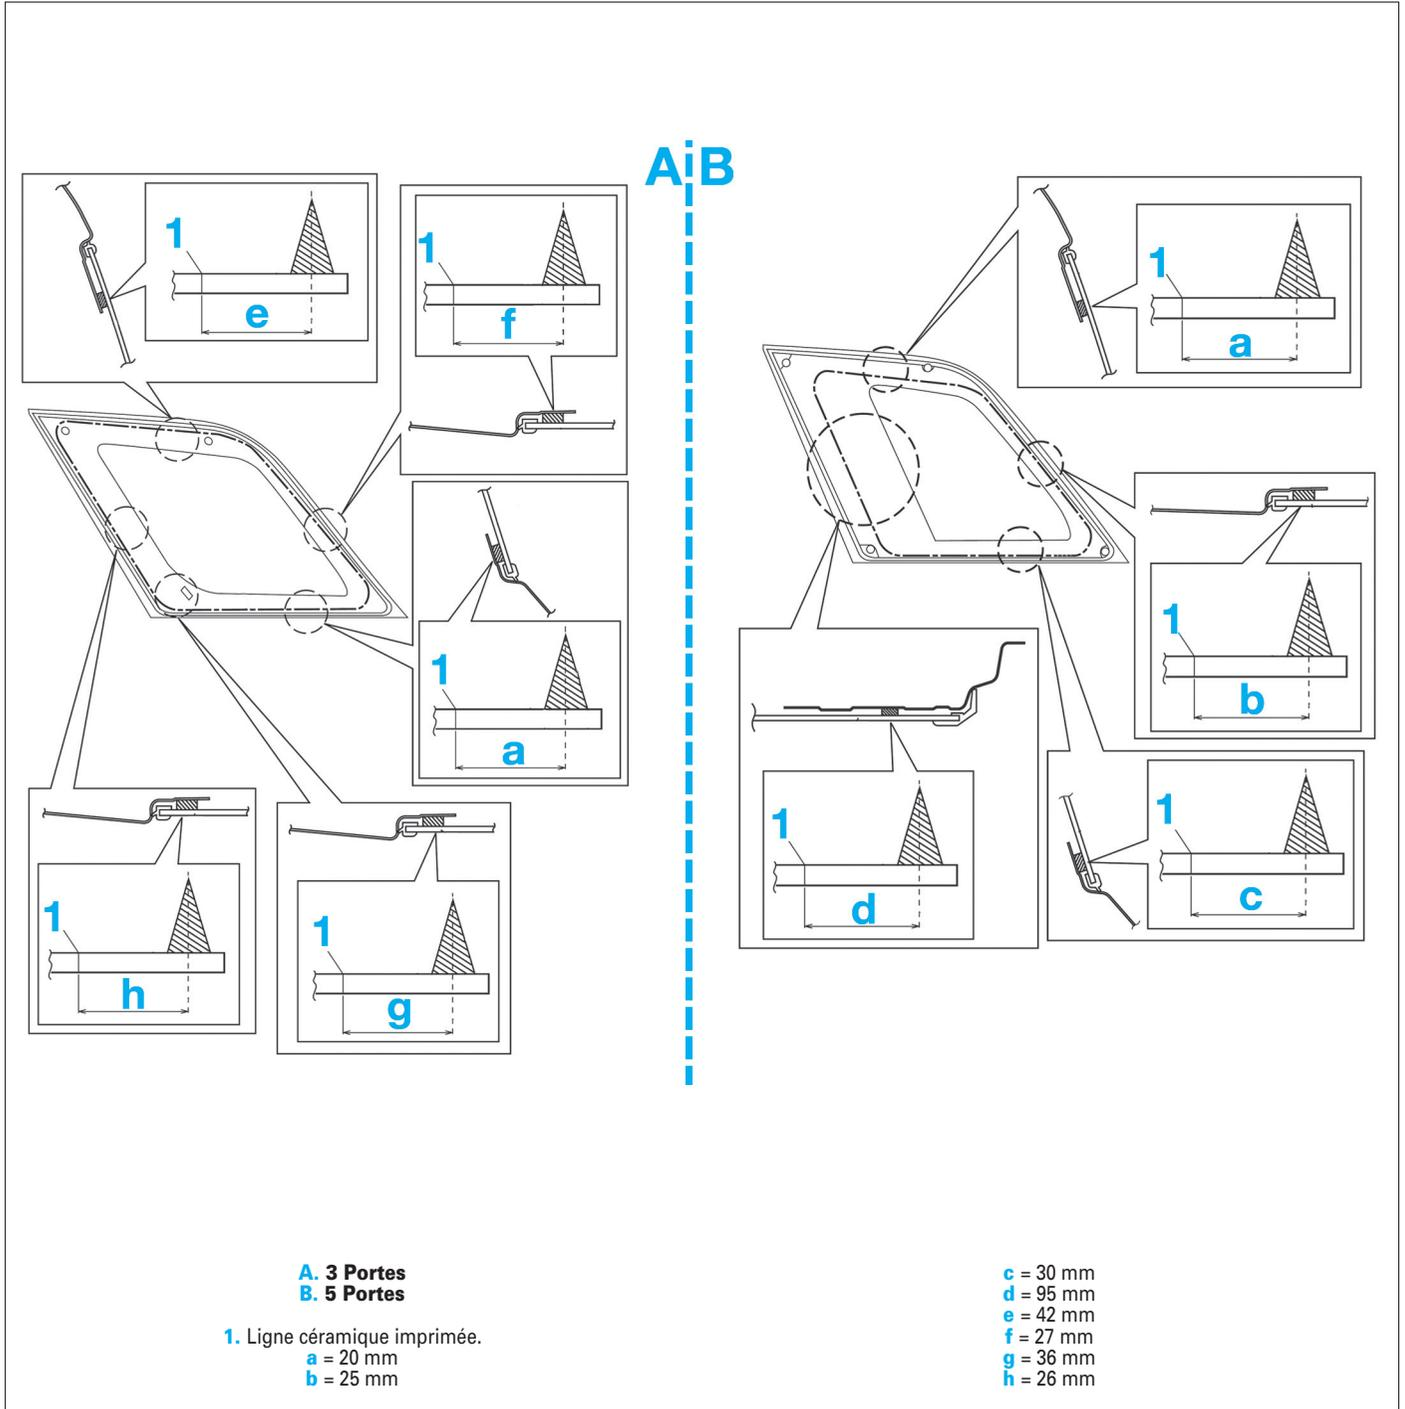

FIG. 5
- Appliquer de la colle uniformément sur l'ensemble du custode. (**Fig.5**).